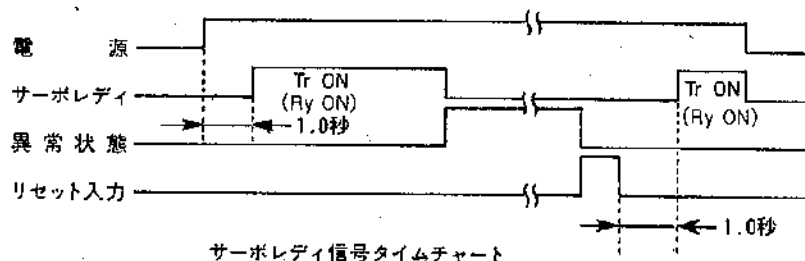

図4-21 サーボレディ信号
- (1)ドライブは、指令入力電圧がDC $\pm$ 10V でモータが定格回転数となるように調整されています。0V でモータは停止しますが、温度などによりモータがゆっくり回転することがあります。その場合は、OVR を調整してモータの回転を停止させて下さい。
- (2)指令入力電圧は最大 $\pm$ 10V として下さい。
- (3)標準接続の場合、指令入力電圧が端子 INL に対し正電圧の時は正回転（負荷軸側から見て反時計方向）し、負電圧の時は逆回転（負荷軸側から見て時計方向）します。
- (4)正電圧の指令入力でモータを逆回転させたい場合は、4-5-2「モータの回転方向の設定」(P39)を参照して下さい。
- (5)補助電源の $\pm$ 10V を使用する場合は、ツェナーの電圧に依存するため定格速度に対してバラツキが出ます。速度のバラツキをなくすためには、5-8「調整」(P95)を参照し、速度調整ボリューム SPVR により速度を調整して下さい。
- (6)速度指令入力端子に外部制御装置から電圧をあたえる場合は、外部制御装置のコモンライン(GND)を端子 INL(CN1-6)に接続して下さい。
- (7)配線は2芯シールド線を使用し、シールド外被はコネクタ内のアース端子(E)に接続して下さい。(図4-21参照)